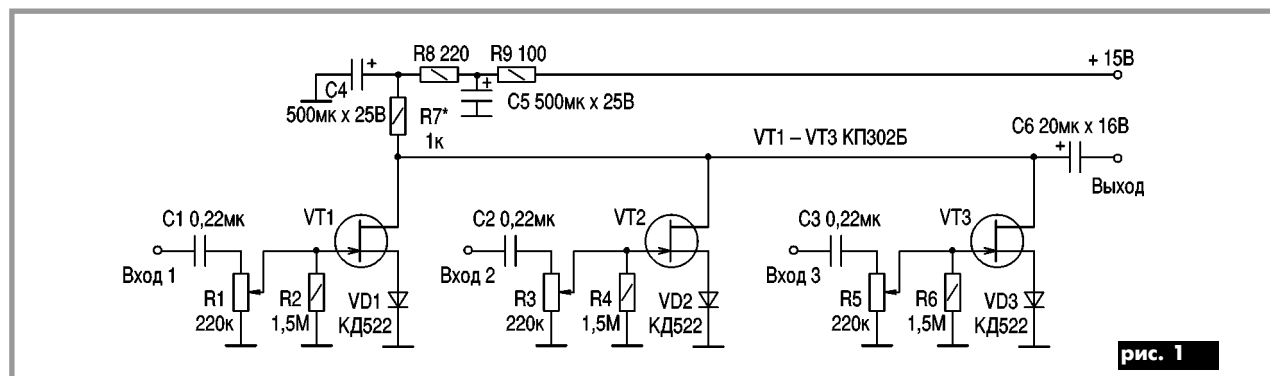
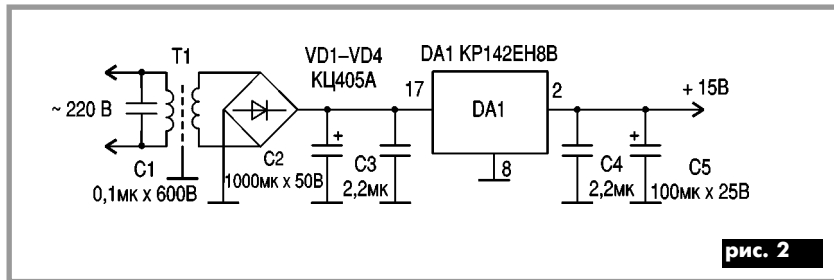

рис. 1
рис. 2
Простые микшеры (смесители, сумматоры) аудиосигналов можно выполнить на полевых транзисторах. Один из вариантов схемы микшера показан на **рис.1**. Схема рассчитана на подключение трех источников аудиосигналов с возможностью регулировки уровня сигнала каждого источника отдельно. С выхода микшера снимаются смикшированные (смешанные) сигналы. Если требуется регулировка выходного сигнала, то параллельно выходу подключается потенциометр сопротивлением 10–33 кОм, с которого снимается выходной сигнал.
Особенности конструкции. При использовании микросхемных стабилизаторов типа KP142EH8 конденсатор C5 и резистор R9 (см. рис.1) не нужны. Потенциометры R1, R3, R5 группы В. Тип резисторов МЛТ 0,25; 0,125. Диоды – любые кремниевые. Электролитические конденсаторы любых типов. Конденсаторы C5 и C7 (см. рис.3) типа КМ или К73 (17). Конденсаторы C3 и C4 (см. рис.2) должны быть расположены вблизи микросхемы KP142EH8 (можно припаять непосредственно к ее отводам). Микросхему крепят на днище корпуса, изготовленного из двух П-образных пластин листовой жести толщиной 1 мм.
не следует уменьшать сопротивление резисторов в цепях затворов (R2, R4, R6), чтобы не шунтировать регуляторы уровня сигналов. Напряжение вторичной обмотки трансформатора (рис.2) выбирают в пределах 18-20 В.